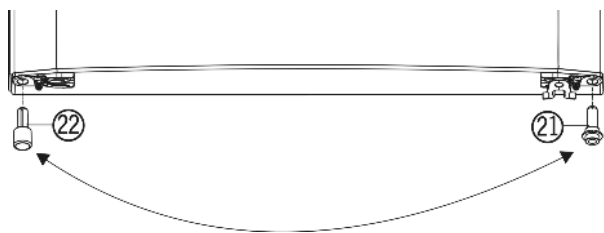

Fig. 4
- ▶ Vlevo dole vytáhněte z dveří rozpěrný díl Fig. 4 (22).
- ▶ Rozpěrný díl Fig. 4 (22) vložte do dveří vpravo dole.